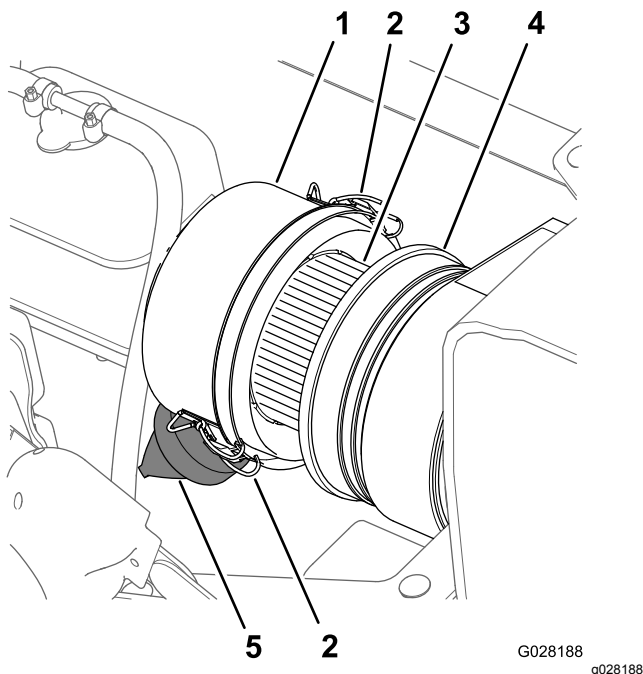
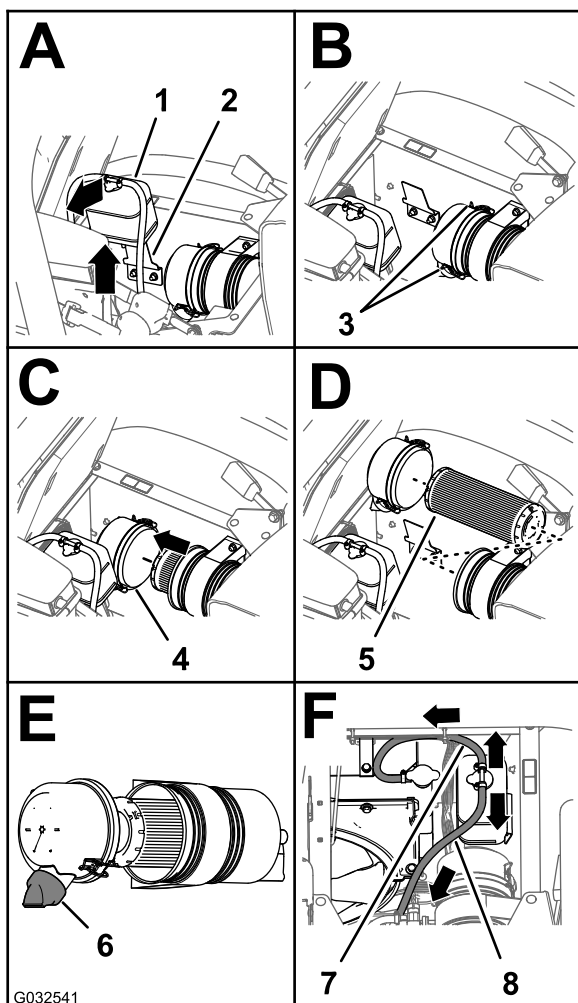

図 72
図 73
3. エアクリーナのボディーとダストキャップをきれいに拭く 図 72。
4. エアクリーナ本体にリーク原因となる傷がないか点検する 図 72。
5. ダストバルブをもんで、内部のごみを除去する 図 72。
7. エアフィルタのエレメントが汚れすぎていないか点検する 図 72。
8. エアクリーナのボディーにダストキャップを取り付け、ラッチ2個で固定する 図 72。
2. エアクリーナのボディーとダストキャップをきれいに拭く 図 72。
3. 冷却液オーバーフロータンクを持ち上げてブラケットから取り外す 図 73。
4. ダストキャップをエアクリーナのボディーに固定しているラッチ2つを外す 図 73。
6. ぬれたウェスを使って、ダストキャップ、エアクリーナのボディ、ダストバルブの内部をきれいに清掃する 図 72 と 図 73。
7. エアクリーナボディにフィルタエレメントを取り付ける 図 73。
8. エアクリーナのボディーにカバーを取り付け、ラッチ2個で固定する 図 73。
注 ダストバルブは、後ろから見たときに時計の5時-7時の方向になるように取り付けてください 図 73。
9. 冷却液タンクを、ROPSシールドのサポートブラケットにきっちりと入れる 図 73。
重要 図 73のように、圧力逃がしホースが前を向いて下へ、タンク通気ホースが後方を向くように取り付けてください。